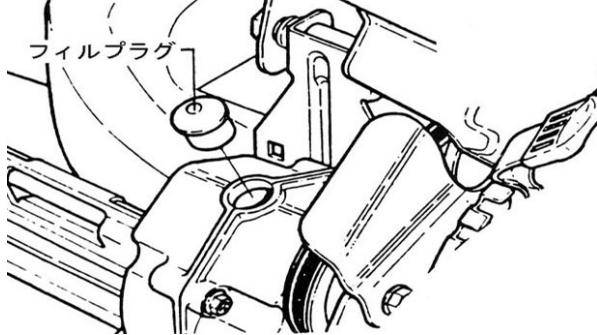

図5-2
② ディファレンシャルギア（デフ）のケース内のグリスの量の点検
1. フィルプラグを抜き取ります。 (図5-2)